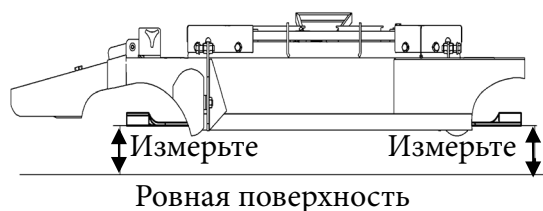

Рис. 17
7.2.7 Расположите левое лезвие в положении «бок о бок» и измерьте расстояние от наружного кончика лезвия до ровной поверхности (см. рис. 17).